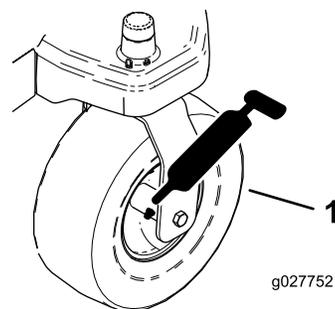
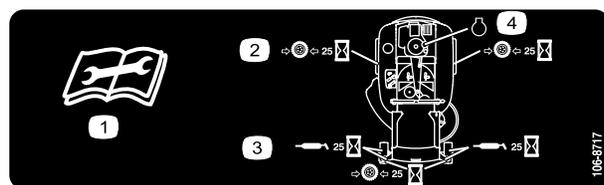

図 25
図 26
3. グリスニップルをウェスできれいに拭く 図 25と 図 26。
4. ニップルにグリスガンを接続する 図 25と 図 26。